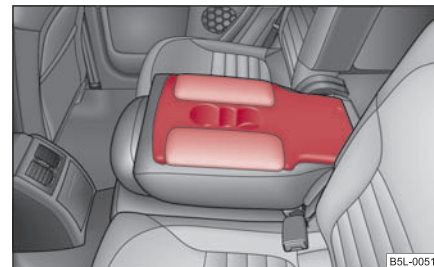

Fig. 91 Scaunele din spate: Cotiera
- Spătarul din centru poate fi rabatat în față ⇒ pagina 81, „Rabatarea în față a scaunelor laterale” și folosit drept cotieră sau masă cu suport pentru băuturi ⇒ fig. 91.